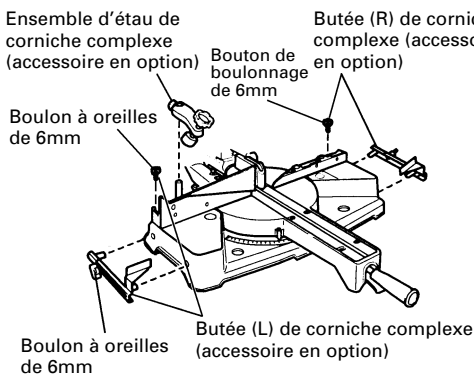

Fig. 47-a
(1) Les butées (L) et (R) de corniche complexe permettent des coupes plus faciles de corniches complexes sans inclinaison de la lame de scie. Les installer sur la base, de chaque côté, comme le montre la Fig. 47-a. Après les avoir introduits, serrer les boutons de boulonnage de 6mm sur les butées de corniche complexe.